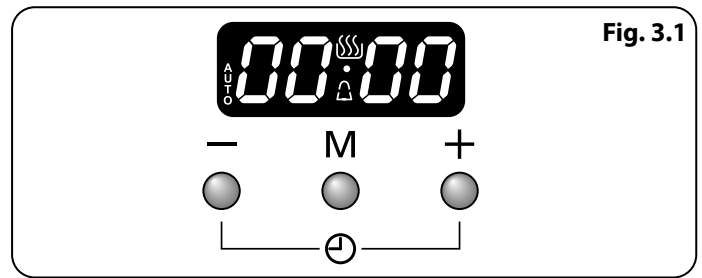

Fig. 3.1
1. L'horloge LCD est présentée en (Fig. 3.1). Une fois la cuisinière connectée et allumée, l'écran clignote (00.00) et l'heure débute à (00.00).